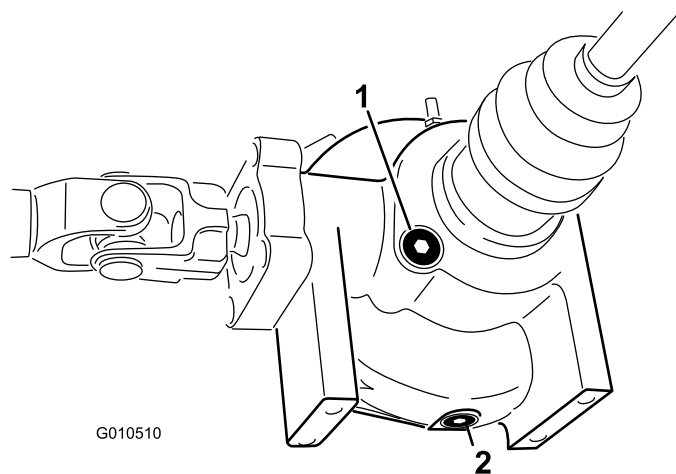

図 20
2. デファレンシャルの側面についている補給・点検プラグの周囲をきれいに拭く図 20。